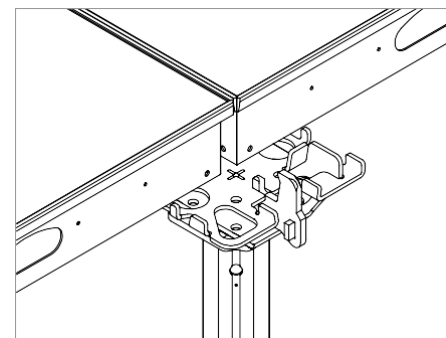

Fig. A5.14a
- кърпежът е $\leq$ конзолата. (Fig. A5.14a)